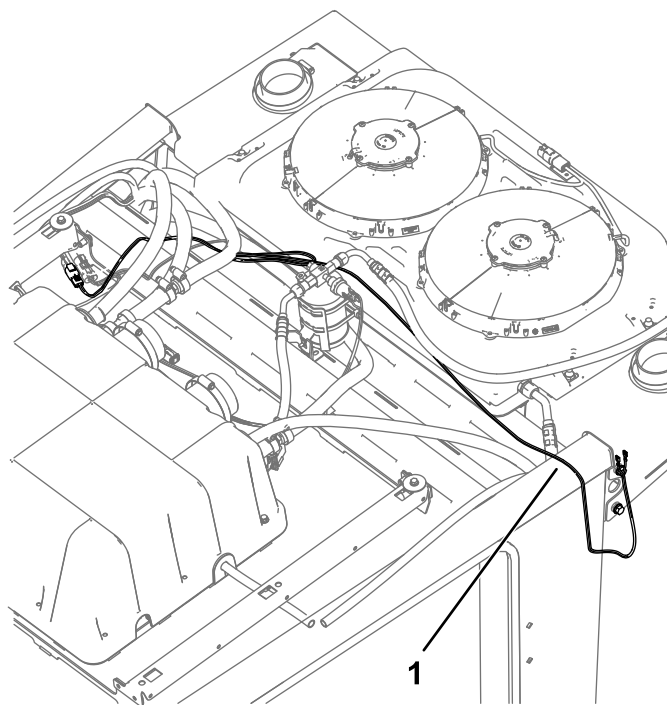

Figura 3
3. Enrute el arnés de la baliza y los conectores como se muestra en la Figura 3.